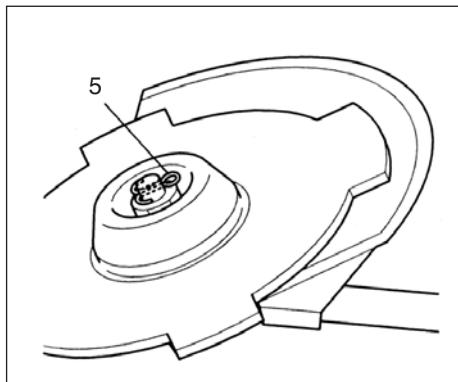

Fig. 1-10C
Om röjsågen är av den typ där en mutter och en saxsprint används till att fästa skäret måste klingen hållas på plats med hjälp av en ny saxsprint (5) varje gång den monteras. (Fig. 1-10C)